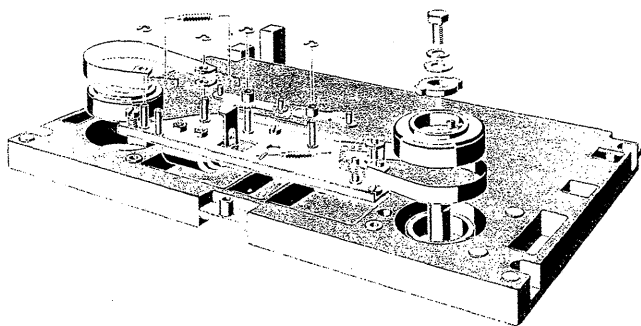

Fig. 4.2.-2
4.2.1. Mesure du moment de freinage (fig. 4.2.-1)
4.2.2. Einstellen der Bremsen (Fig. 4.2.-2)
4.2.2. Adjustment of braking torque (fig. 4.2.-2)
4.2.2. Réglage des freins (fig. 4.2.-2)